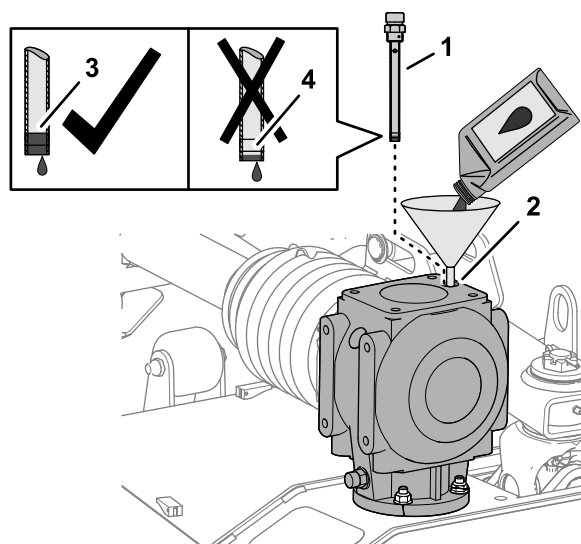

Figure 63
1. Versez 1 064 ml (36 oz liq.) du lubrifiant pour engrenages spécifié dans le boîtier d'engrenages par l'orifice de la jauge (Figure 63).
2. Vissez la jauge dans l'orifice, ressortez-la et vérifiez le niveau de lubrifiant (Figure 63).
4. Revissez et serrez la jauge dans l'orifice de remplissage (Figure 63).